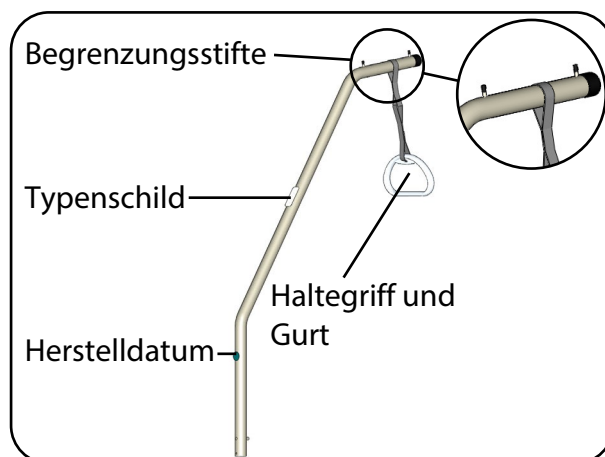

Abb. 6.3.02 – Aufrichter mit Haltegriff und Gurt
4. Positionieren Sie die Halteschleife des Gurtes zwischen den beiden Begrenzungsstiften am Aufrichter (Abb. 6.3.02).